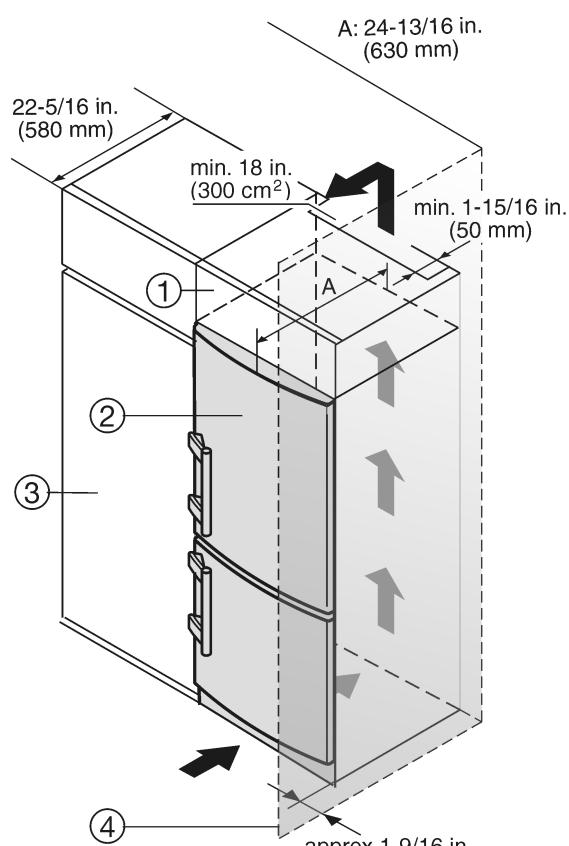

Fig. 9
Si el aparato se instala con las bisagras junto a una pared Fig. 9 (4), la distancia entre el aparato y la pared debe ser de como mínimo 1-9/16 " (40 mm). Esto equivale al saliente del tirador con la puerta abierta.
(1) Armario superior
(2) Aparato
(3) Armario de cocina
(4) Pared
El aparato se puede rodear de muebles de cocina. Para adaptar el aparato Fig. 9 (2) a la altura del mueble de la cocina se puede colocar sobre el aparato un armario superior Fig. 9 (1)adecuado y acorde con el mobiliario.
Si la cocina posee armarios (profundidad máx. 22-27/32 " (580 mm)) el aparato se puede instalar directamente junto al armario de la cocina Fig. 9 (3). Desde el lateral, la puerta del aparato queda a 1-11/32 " (34 mm) de la parte frontal del armario de cocina, y desde el centro del aparato, a 1-31/32 " (50 mm). Por tanto, se puede abrir y cerrar sin problemas.